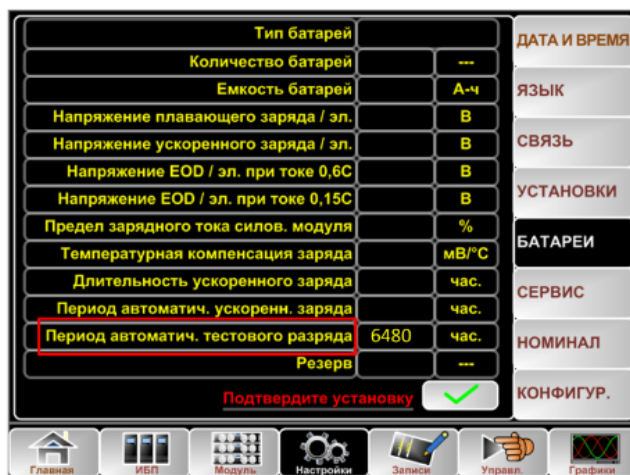

Рисунок 4-4 Установка периода автоматического тестирования батареи.
Войдите в меню Управление и коснитесь значка «Обслуж.батарей»  (рисунок 4-4). Система перейдет в режим батареи для ее разряда. Система прервет разряд, когда батарея будет иметь 20 % емкости или напряжение на батарее достигнет напряжения окончания разряда. Можно остановить разряд вручную, нажав значок «Остановить тест»
- Установить период автоматического разряда батареи. Войдите на страницу «БАТАРЕЯ» в меню Настройки (см. рисунок 4-4), установите и подтвердите период в пункте «Период автоматического тестового разряда».